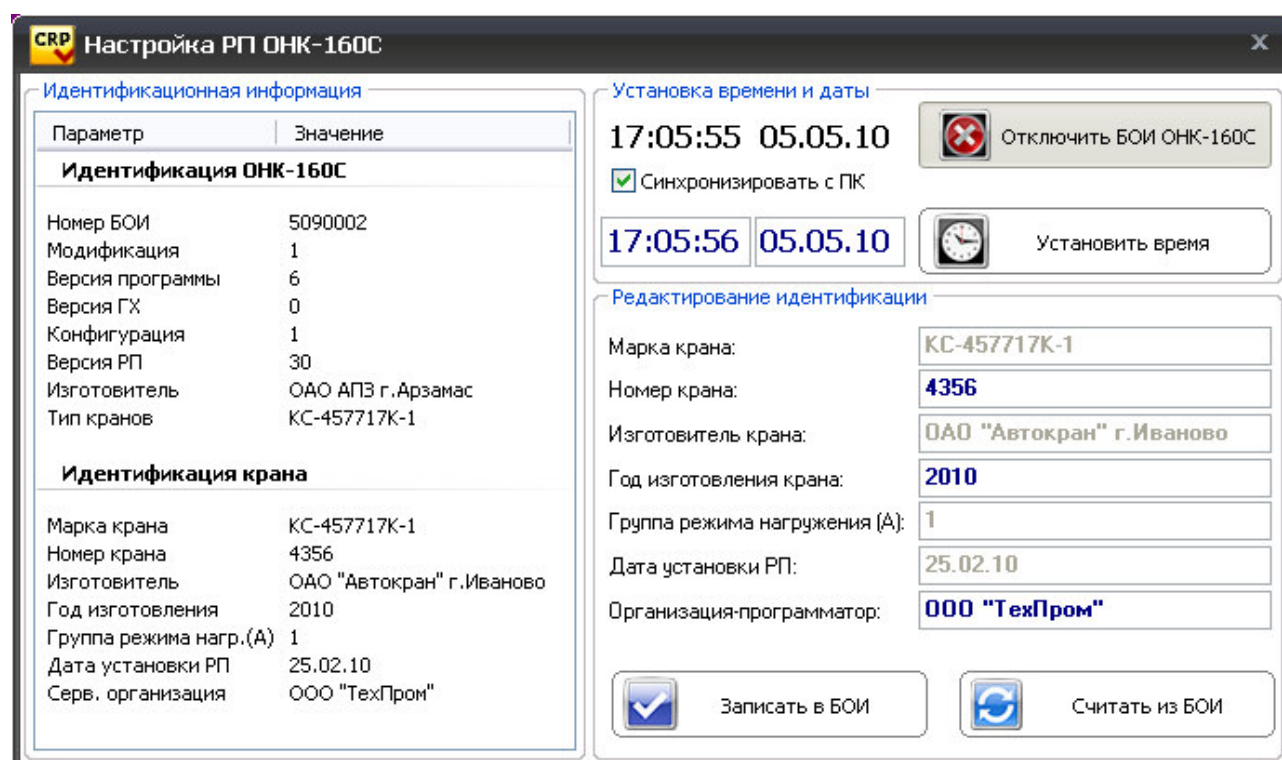

Рисунок 35. Настройка РП ОНК-160С.
8. В появившемся окне «Настройка РП ОНК-160С» (Рисунок 35) в разделе «Установка времени и даты» нажать кнопку «Подключить БОИ ОНК-160С».
После установки связи с БОИ ОНК-160С программа начнет выдавать с периодичностью 1 секунда следующую информацию (Рисунок 35):